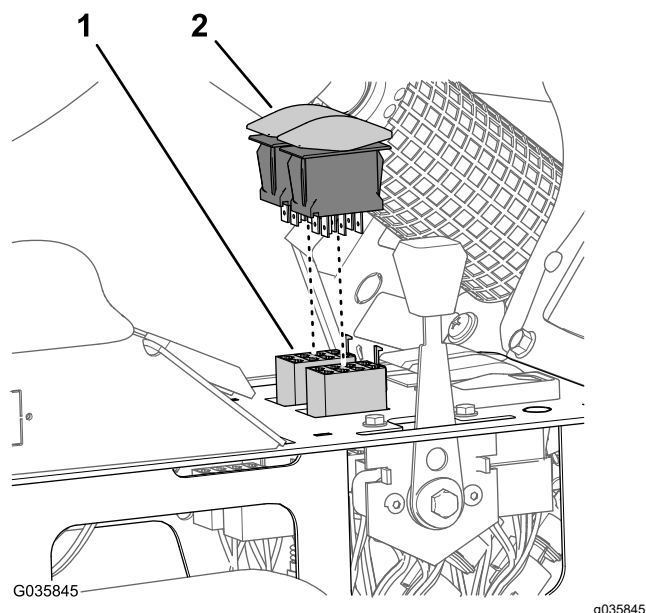

Figura 40
3. Desconecte el conector hembra de 8 vías del arnés de cables de la máquina desde los interruptores de elevación de brazos para los circuitos de control de elevación de brazos izquierdo y derecho (Figura 40).
4. Conecte los interruptores basculantes en los conectores hembra de 8 vías del arnés de cables del kit de acabado del brazo Ultra Sonic Boom (Figura 40).
5. Instale los interruptores de elevación de los brazos en las aberturas del panel de la consola central hasta que los interruptores encajen en su sitio (Figura 40).